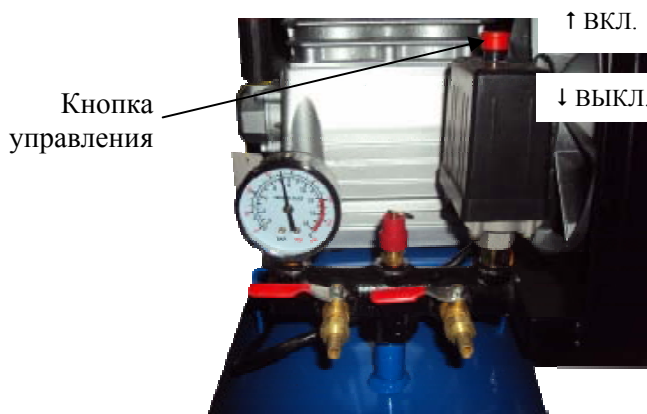

Рис. 4
- (3) Уровень масла должен быть в пределах красного кружка на масломерном окошке.
- (4) Рекомендуемое компрессорное масло: **LOTOS SIGMUS L-DAB 100 («зимнее»)** или **L-DAB 150 («летнее»)** или аналогичное.
- (5) Откройте выпускное отверстие, потяните кнопку на датчике давления воздуха (рис.4), дайте поработать компрессору в течение 10 минут на холостом ходу, чтобы компрессорное масло попало на все подвижные части. Закройте выпускное отверстие для эксплуатации в нормальном рабочем режиме.